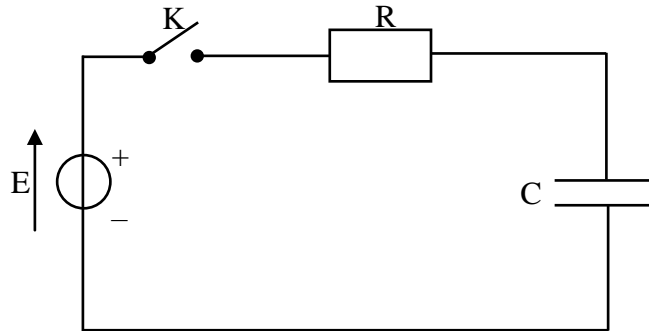

Figure 1
Le montage du circuit électrique schématisé ci-dessous (figure 1) comporte :
Sur le schéma du circuit donné en **ANNEXE (figure 1 à rendre avec la copie)**, une flèche représente le sens de circulation du courant d'intensité i dans le circuit. Ce sens sera considéré comme le sens positif. Par ailleurs, on note q la charge de l'armature du condensateur qui se chargera positivement.
- 1.1. En utilisant la convention récepteur, représenter par des flèches sur la figure 1 de l'**ANNEXE** les tensions u_C aux bornes du condensateur et u_R aux bornes du conducteur ohmique.